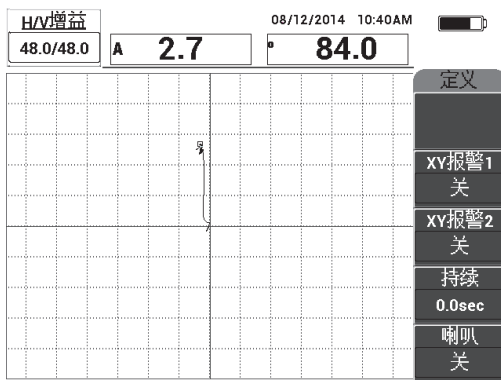

图 6-31 调整点的位置
4. 将探头提起到空气中, 观察点的移动情况; 如果点从屏幕上消失, 则按**增益**键 (dB), 然后使用旋钮调整点的位置, 以使其保持在屏幕上 (参见第 135 页的图 6-31)。